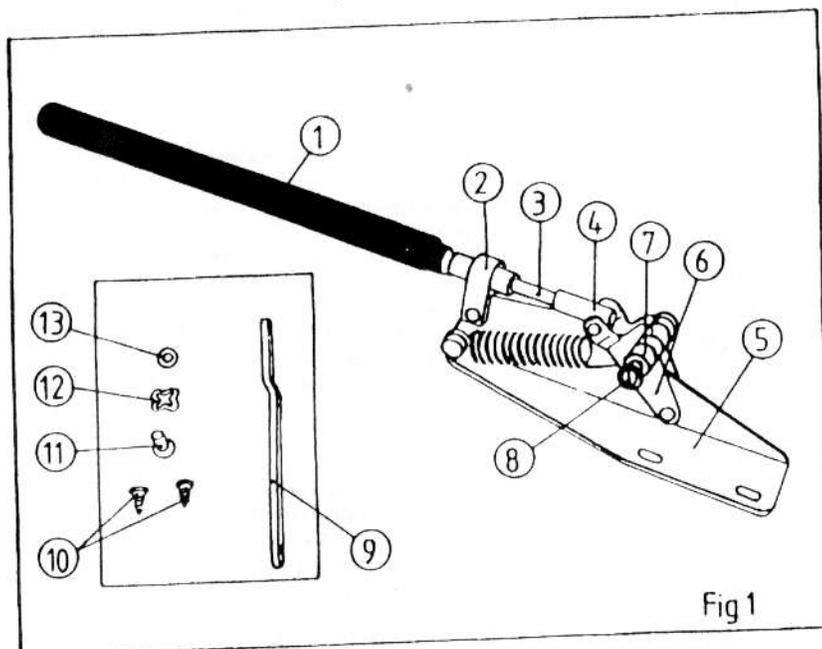
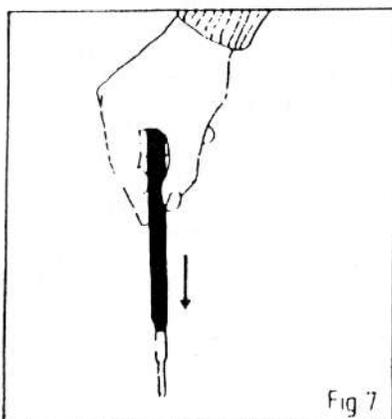

Fig 1
Fig 7
Siehe Abb. 1.- 2.
7. Die Kolbenstange (3) in den gekühlten Zylinder (1) eindrücken, Siehe Abb. 7, und den Zylinder (1) in der Zylinderhängevorrichtung (2) festschrauben. Sorgen Sie dafür, dass die Kolbenstange in den Kolbenstangehalter (4) hineinkommt, siehe Abb. 1. Den Zylinder so weit einschrauben, bis das Gewinde auf beiden Seiten der Zylinderhängevorrichtung gleich gross ist.